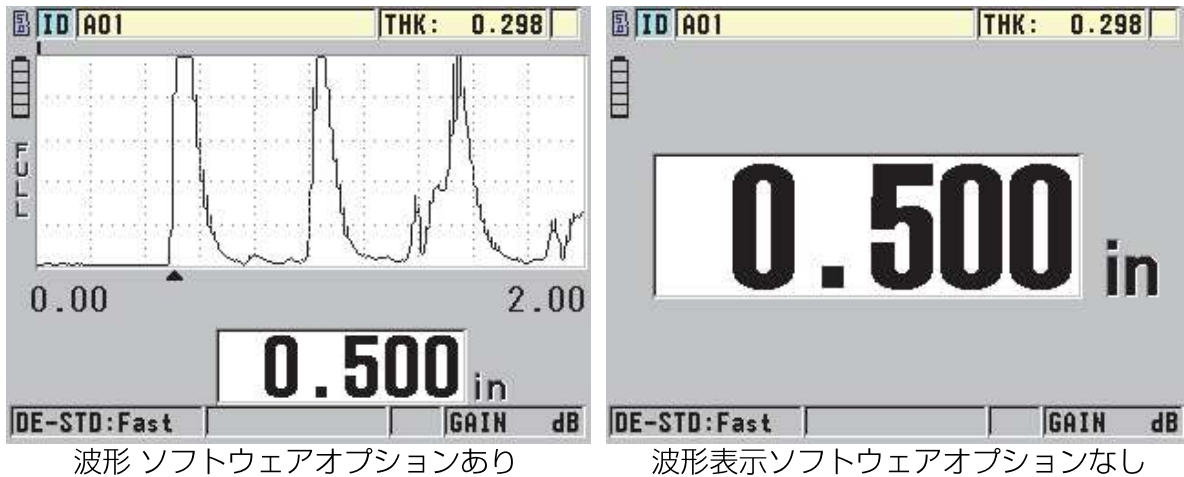

図 5-12 厚さ測定値の読取
3. 検査するパーツの厚さ測定値を読み取ります（64 ページ図 5-12 参照）。